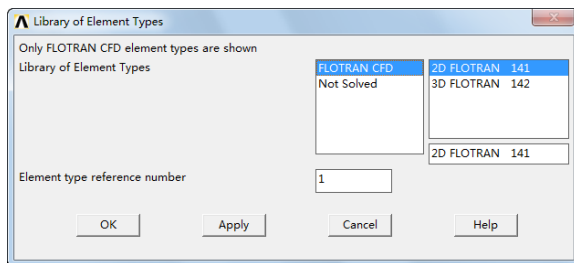

图 10-58 “Library of Element Types”对话框
② 单击“Add”按钮，会弹出“Library of Element Types”对话框。
③ 在“Library of Element Types”列表框中选择“FLOTRAN CFD”和“2D FLOTRAN 141”，在“Element type reference number”输入框中输入 1，如图 10-58 所示。单击“OK”按钮关闭“Library of Element Types”对话框。
④ 单击“Close”按钮，关闭“Element Types”对话框。